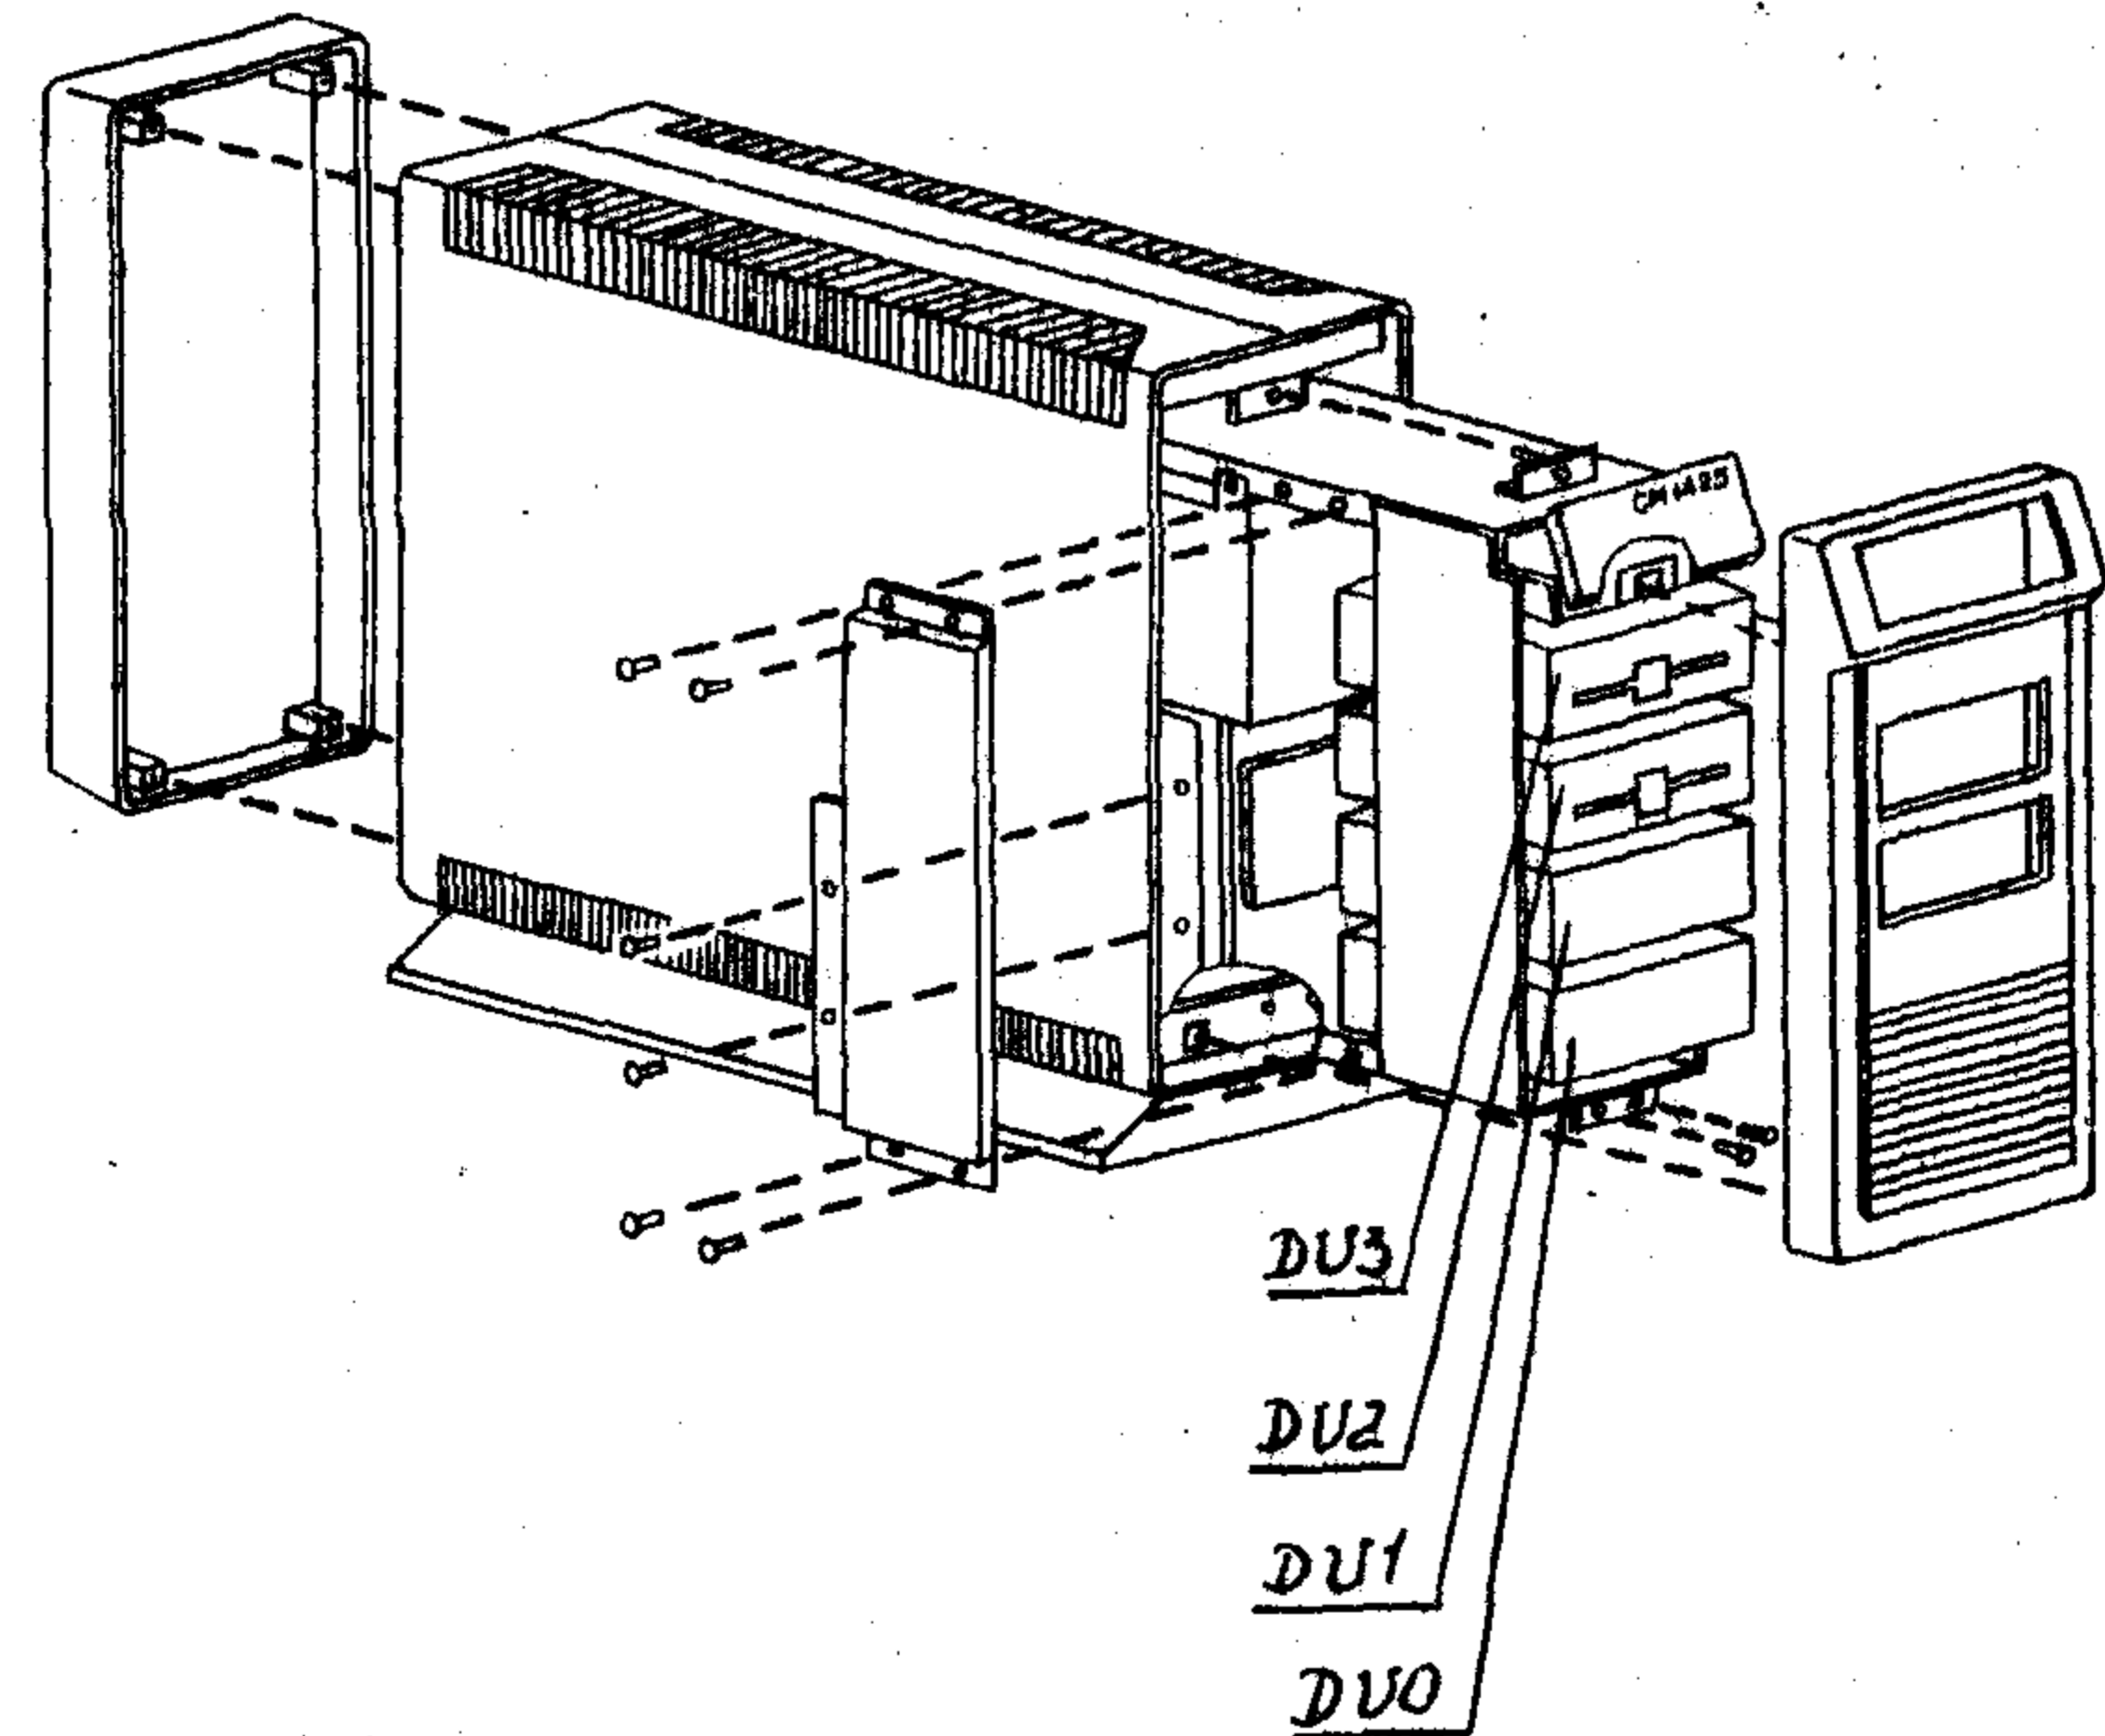
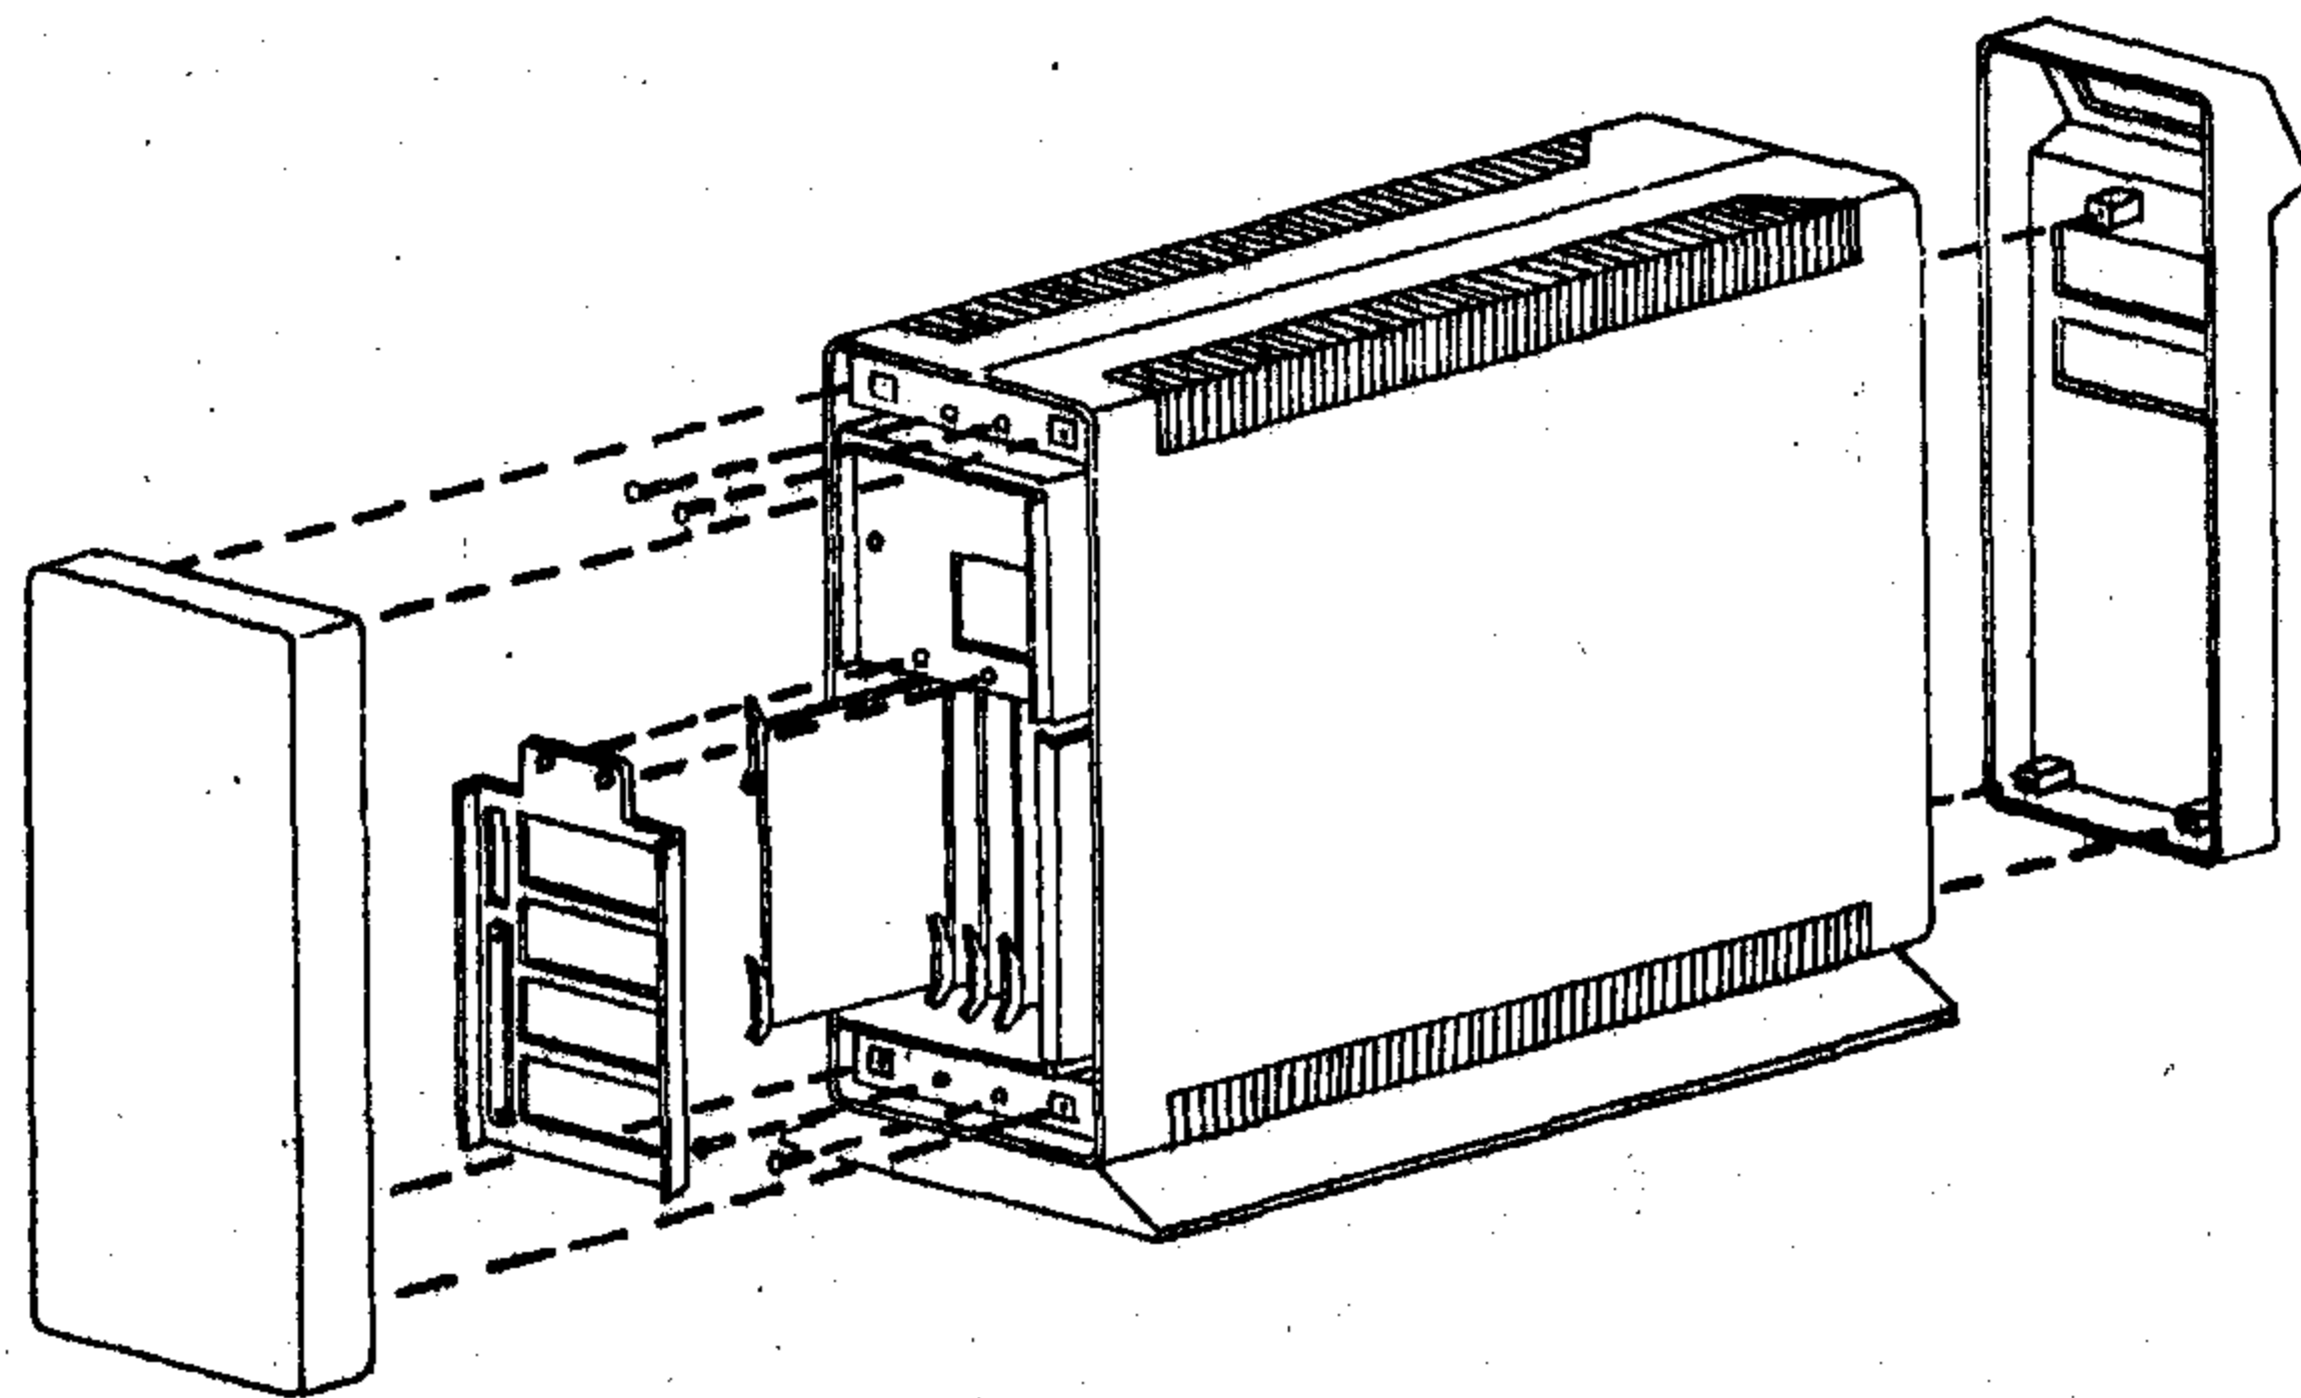

Рис. 1
Рис. 2
7.2. УСТАНОВКА НАКОПИТЕЛЕЙ НА МАГНИТНЫХ ДИСКАХ И БЛОКОВ ЭЛЕМЕНТОВ УКАЗАНА НА РИС.1 И РИС.2 СООТВЕТСТВЕННО.
7.3. УСТАНОВКА ЛОГИЧЕСКОГО НОМЕРА ИГМД СМ5639,М1.01 ПРОИЗВОДИТСЯ ПУТЕМ ПЕРЕСТАНОВКИ ПЕРЕМЫЧЕК В НАКОПИТЕЛЕ СОГЛАСНО РИС.1 ПРИЛОЖЕНИЯ 2.
7.4. УСТАНОВКУ СОСТОЯНИЯ МИКРОПЕРЕКЛЮЧАТЕЛЯ ДЛЯ ИГМД В ЗАВИСИМОСТИ ОТ ЕГО ЛОГИЧЕСКОГО НОМЕРА (DU0 ИЛИ DU1) ПРОИЗВОДИТЬ СОГЛАСНО РИС.2 ПРИЛОЖЕНИЯ 2.